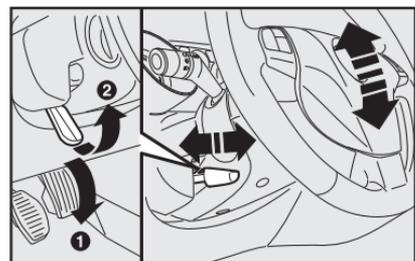

fig. 14
VOLANTE - fig. 14
- 1) Desplace la palanca **A** hasta la posición **1-fig. 14.**
- 3) Vuelva a poner la palanca en la posición **2-fig. 14** para trabar nuevamente el volante.